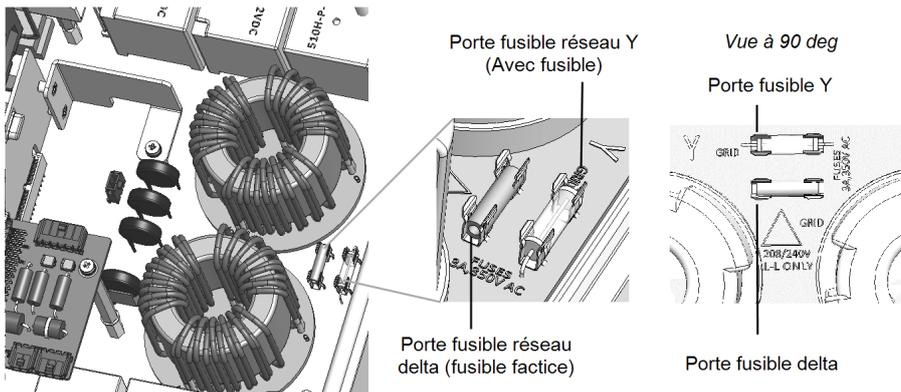

Figure 2: Onduleur commercial à puissance étendue - Emplacements et marquages des fusibles
Pour configurer l'onduleur pour connexion en réseau delta, vous devez déplacer le fusible du porte-fusible de WYE, marqué comme Y GRID, au porte-fusible delta marqué comme réseau Δ (voir Figure 2).
- Identifier l'emplacement des fusibles et le marquage comme décrit dans la *Figure 2*: